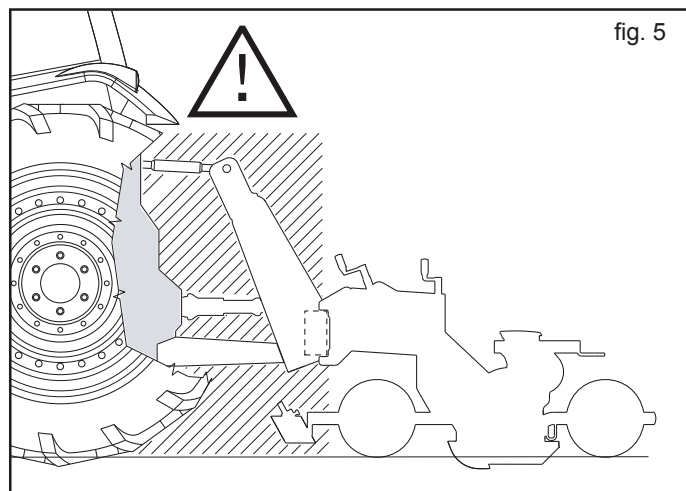

fig. 5
- 25) Es ist strengstens verboten zwischen den Schlepper und den Anschluß zu treten, um die Hubsteuerung von aussen zu betätigen (Abb. 5).
- 26) Es ist strengstens verboten, bei laufendem Motor und eingeschalteter Kardanwelle zwischen Schlepper und Gerät zu treten (Abb. 5).